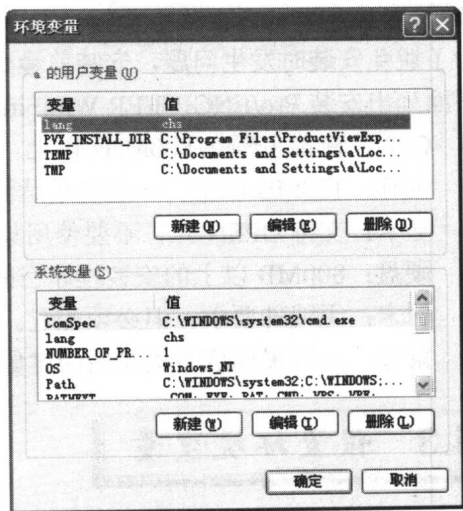

图 1-6 添加新环境变量后的“环境变量”对话框
(4) 单击“确定”按钮,添加新环境变量,此时的“环境变量”对话框如图 1-6 所示。